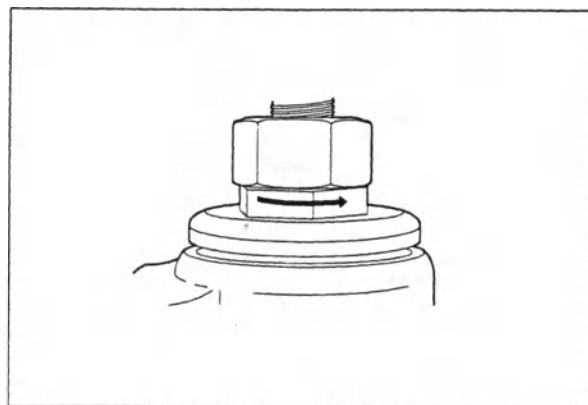

Рис. 4.33
2. Поверните верхнюю гайку каждого ролика в указанном направлении для установки нужной высоты (см. рис. 4.33).